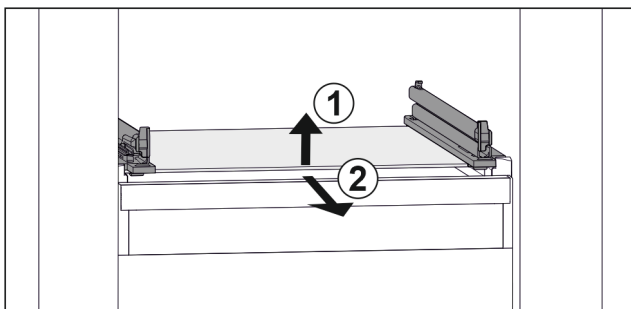

Fig. 121 Rappresentazione esemplificativa del ripiano in vetro
- ▶ Sollevare il ripiano in vetro dal davanti. Fig. 121 (1)
- ▶ Rimuovere il ripiano in vetro tirando in avanti. Fig. 121 (2)